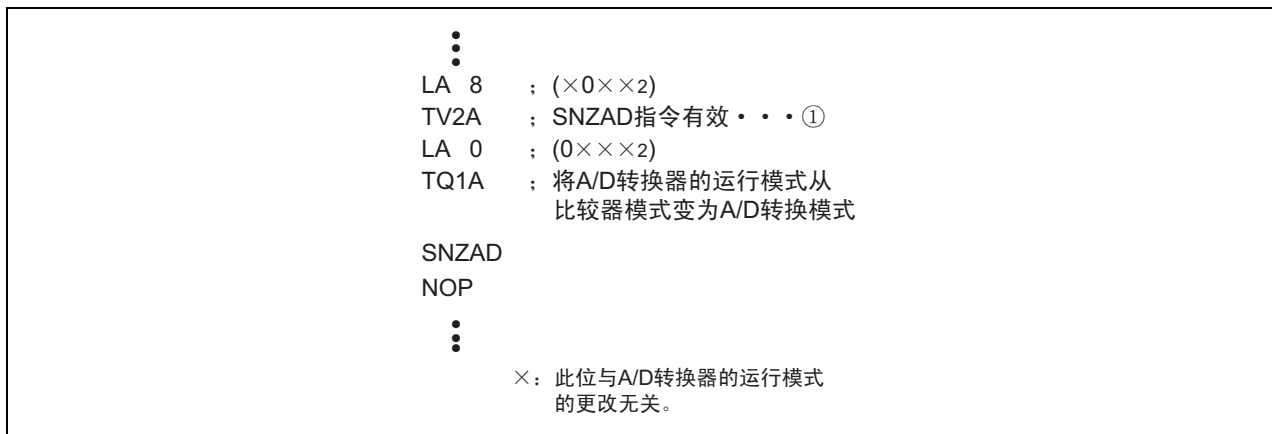

图 XB-4 A/D 转换器的运行模式的程序例子
(22) A/D 转换器 1
- 为了从比较器模式改为 A/D 转换模式, 中断控制寄存器 V2 的 bit2 必需为“0” (图 XB-4①)。